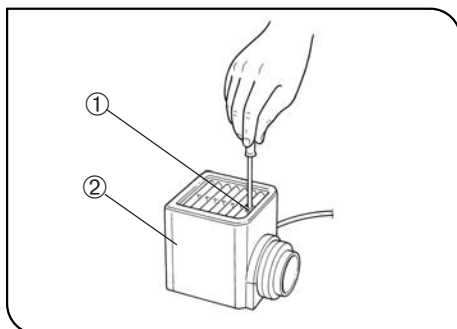

Abb. 40
1 Installieren der Halogen-Glühlampe (Abb. 40 - 42)
5. Die Lampenhausabdeckung wieder von oben auf das Lampenhaus aufsetzen. Die Abdeckung nach unten drücken und dabei die Feststellschraube ① anziehen. (Abb. 40)